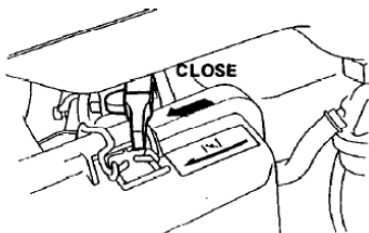

Fig. 1
- Assicurarsi di aver selezionato il corretto tipo di alimentazione (benzina o gas) tramite i selettori (3) e (15)
- Spostare la leva dell'aria (1) in posizione "Chiuso" verso sinistra (fig.1)